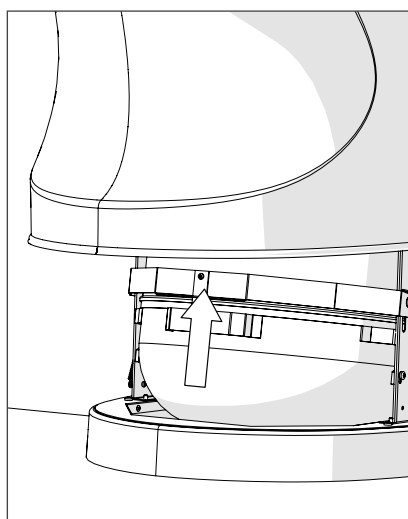

Fig. 5
4. Dégager le ressort de blocage et relever le verrou situé à l'avant de la boîte à cendres (fig. 5).